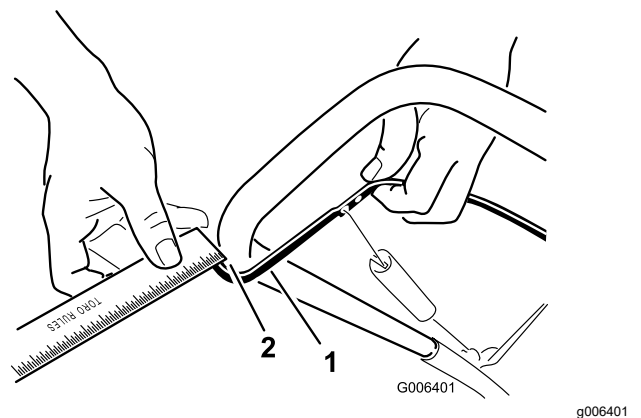

Figure 16
Rapprochez la barre de commande du guidon pour tendre le câble de commande (Figure 16).
**Remarque:** Vérifiez que la barre de commande et le guidon sont espacés de 2 à 3 mm (1/16 à 1/8 po) (Figure 16).
2. Accrochez le raccord en Z à un trou plus haut ou plus bas sur la biellette de réglage de manière à obtenir un espace de 2 à 3 mm (1/16 à 1/8 po) entre la barre de commande et le guidon (Figure 16).